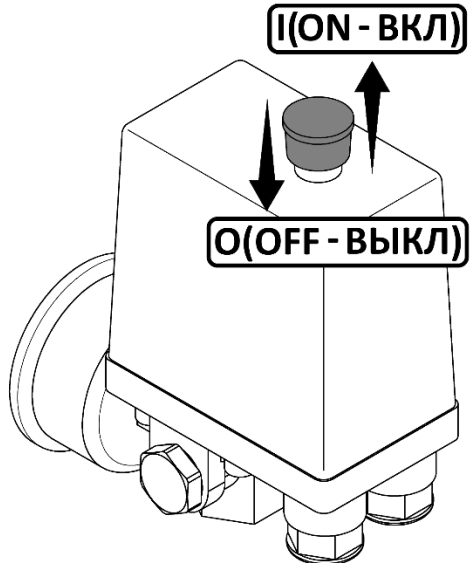

Рисунок 6
- Проверьте, чтобы выключатель на реле давления находился в выключенном положении "O" (рисунок 6).
- Включите компрессор выключателем на реле давления. Для этого необходимо переключить выключатель в положение "I" (рисунок 6). Кнопка выключателя имеет фиксированные положения